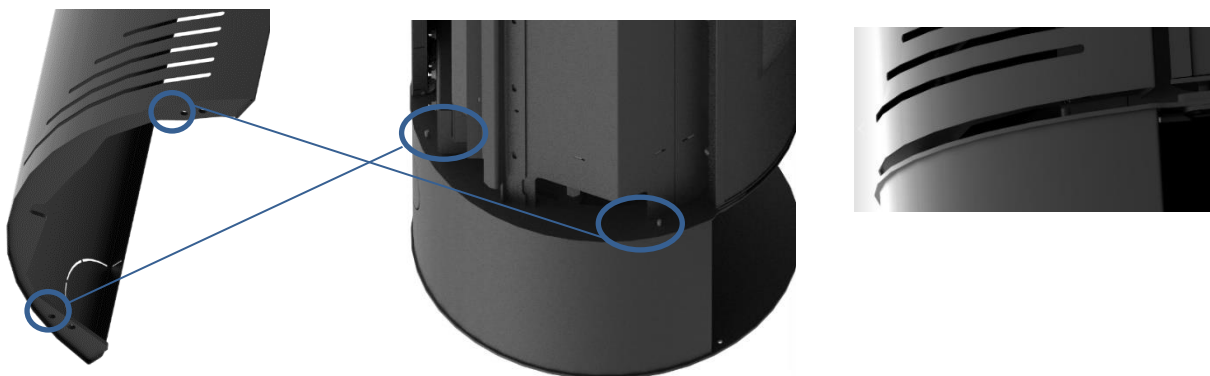

Figura 18 - Centrare il coperchio laterale sull'apparecchiatura
- 4- Quando si assemblano i coperchi laterali, prestare attenzione a quanto segue: l'area inferiore dei coperchi presenta 2 fori, che devono corrispondere alle viti in dotazione alla macchina; è possibile verificare la Figura 18.